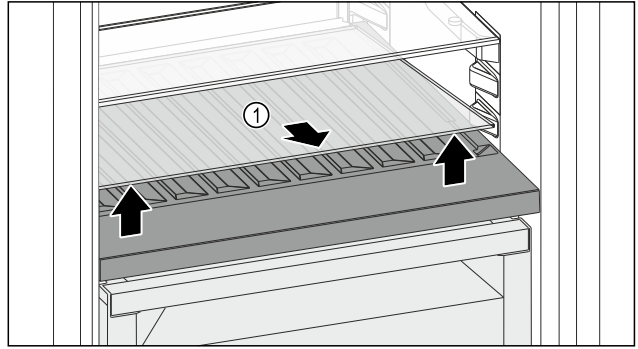

Fig. 113
- Soulever la plaque de verre *Fig. 113 (1)* au niveau de l'évidement avant et la retirer.
- Entreposer la plaque de verre *Fig. 113 (1)* dans un endroit sûr hors de l'appareil.